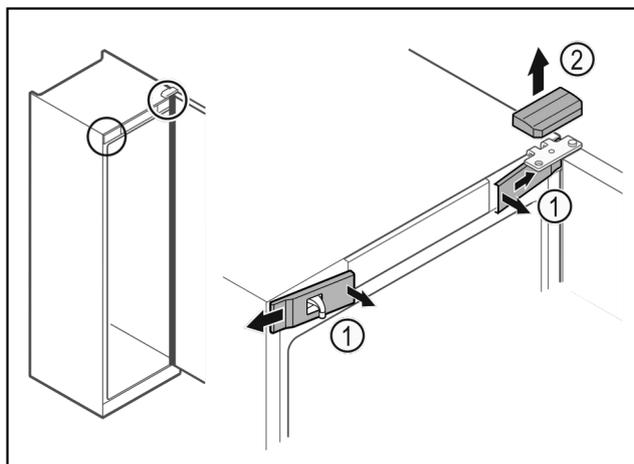

Fig. 14
u Vordere Abdeckungen Fig. 14 (1) innen ausrasten und zur Seite abnehmen.
u Obere Abdeckung Fig. 14 (2) nach oben abnehmen.